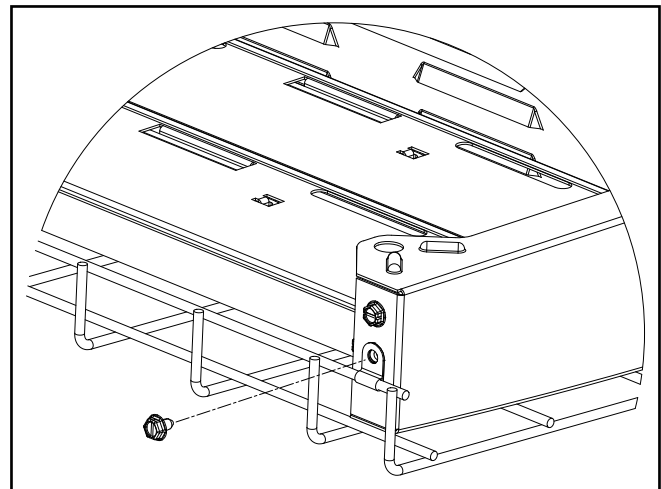

Figura 2.
- Instale y apriete los cuatro (4) tornillos de chapa metálica #10 x 3/8" a través de los clips de montaje y en los orificios de la placa final como se muestra en la (Figura 2).